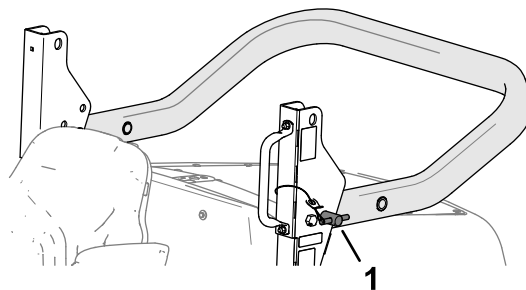

Figure 30
5. Insérez les axes dans les trous inférieurs des supports de pivot de l'arceau de sécurité (Figure 30).